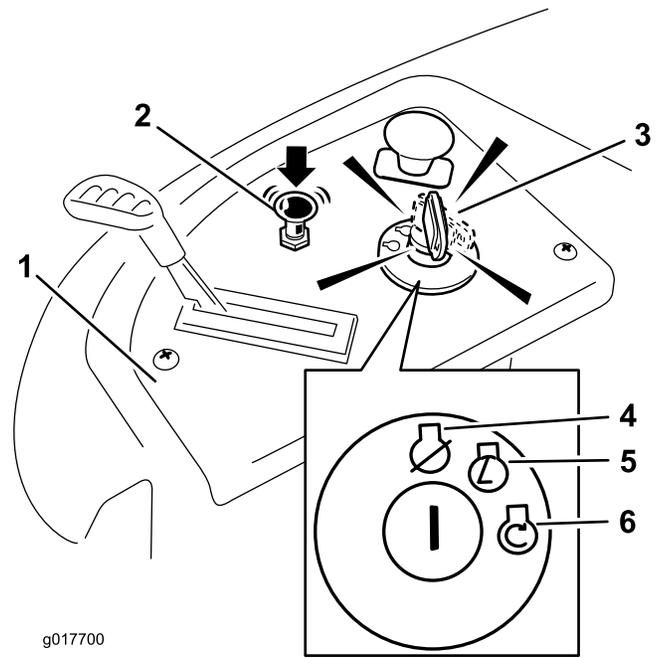

Figura 14
5. Gire la llave de contacto a Arranque para activar el motor de arranque. Cuando el motor arranque, suelte la llave (Figura 14).
6. Cuando el motor haya arrancado, empuje el control del estérter hacia abajo (Figura 14). Si el motor se cala o funciona irregularmente, tire hacia arriba del control del estérter y deje funcionar el motor durante unos segundos. Luego empuje el control del estérter hacia abajo. Repita este procedimiento tantas veces como sea necesario.
3. Gire la llave de contacto a la posición de Desconectado (Figura 14) y retire la llave.